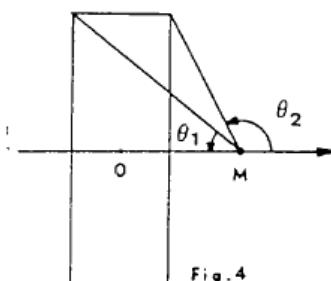

Fig. 4
b) Induction en un point M de l'axe : OM = R (figure 4)